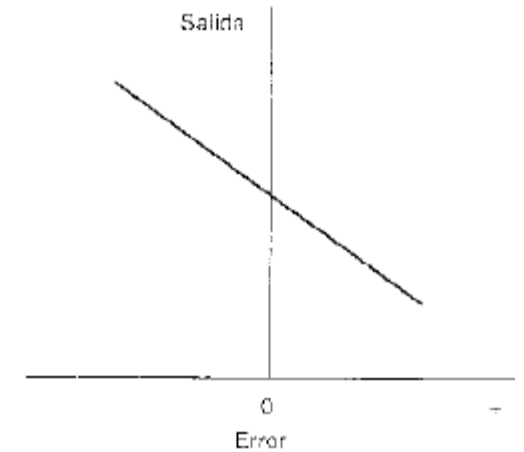

Figura 1.20 Control proporcional
- 2) Con el control proporcional la salida del elemento de control es una señal, la cual es proporcional al error: cuanto mayor sea el error mayor será la salida (figura 1.20).